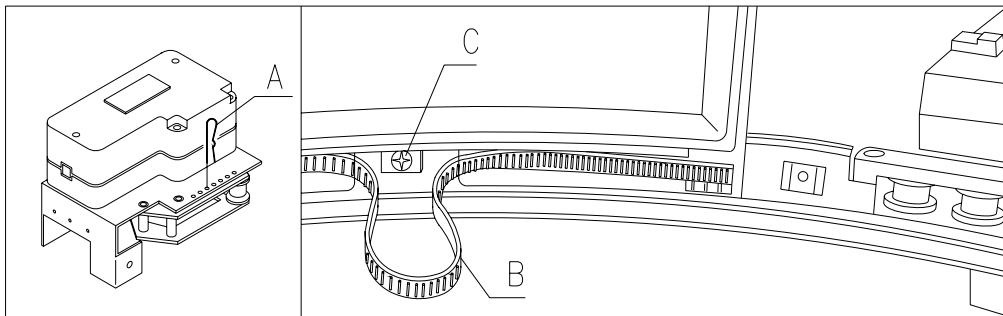
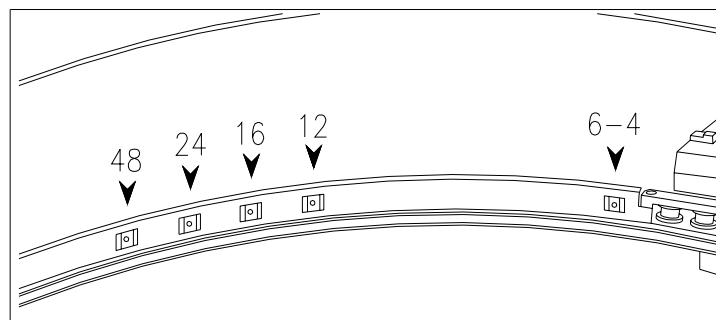

Abb. 13
Abb. 14
8.6 EINSTELLUNG KLAPPENÖFFNUNG ABB. 13 - ABB. 14
6. Abbildung 13 veranschaulicht die Stellungen der Feststellvorrichtung bei den verschiedenen Konfigurationen mit 4-6-12-16-24 oder 48 Fächern.